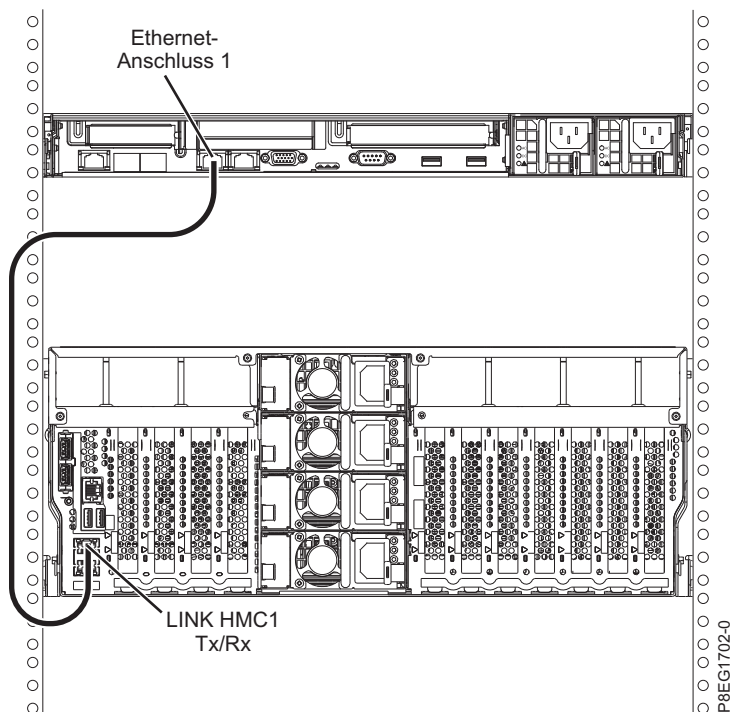

Abbildung 13. HMC an das verwaltete System anschließen
- Wenn Sie Ihre HMC direkt an das verwaltete System anschließen möchten, schließen Sie den **Ethernet-Anschluss 1** der HMC an den Anschluss **HMC1** des verwalteten Systems an. Siehe Abb. 13 auf Seite 14